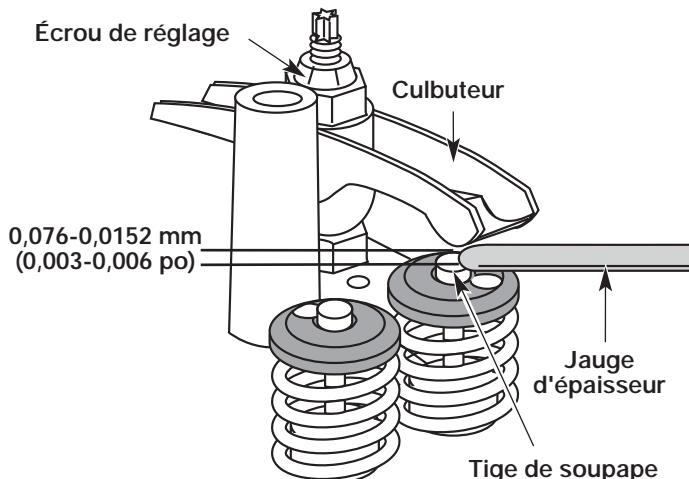

Figure 55
- a. Tournez l'écrou de réglage à l'aide d'une clé de 8 mm (5/16 po) ou d'un tournevis à embout hexagonal (Fig. 55).